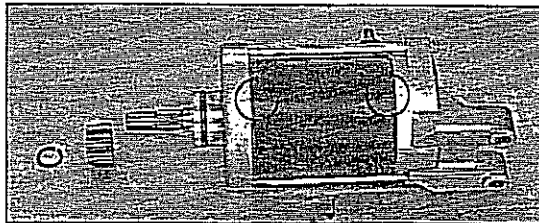

Bild 262
- Frontdeckel und Rückdeckel so montieren, dass die Markierungen, wie in Bild 262 gezeigt, fluchten.